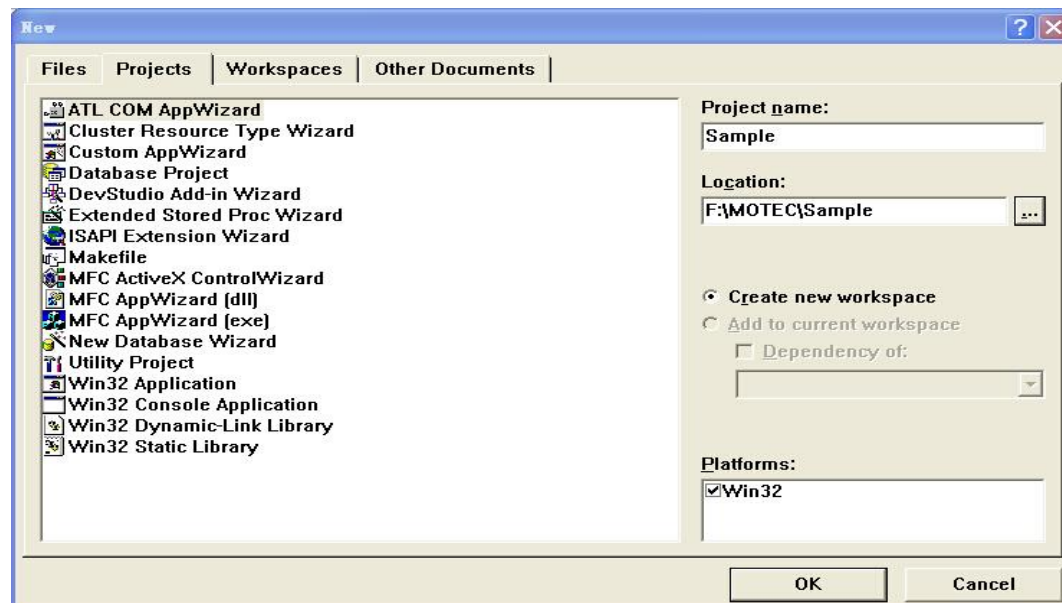

图 3.1 MFC Step1
1) 启动 Microsoft Visual C++6.0, 单击[File]菜单, 选择[New], 在 Projects 选项卡下, 选择 MFC AppWizard(exe),在右侧的[Project name]文本框中, 输入工程名: Sample, 如图 3.1 所示。